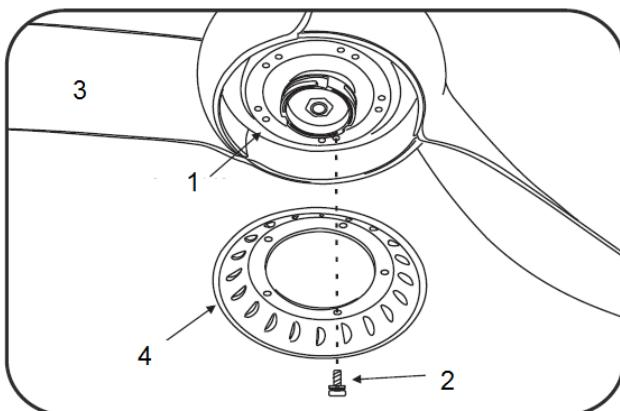

Fig. 8
- Breng de gaten op het vliegwiel (4) in lijn met de ventilator motor (1), en zet deze vast met de vliegwiel schroeven (5) voorzien. (Fig. 8)